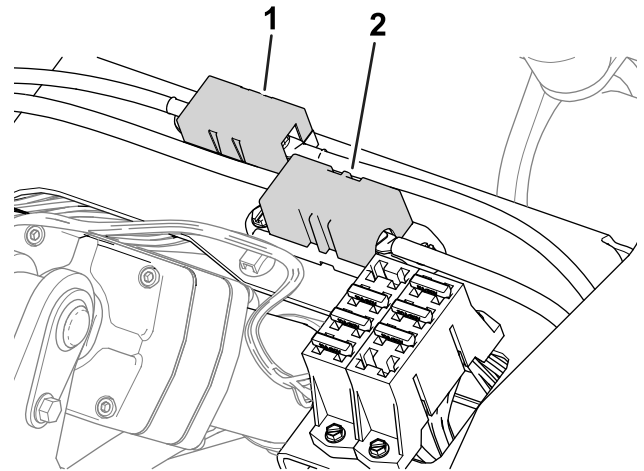

Figura 53
- Siguranele pentru motorul roii din dreapta (60 A) se află sub scaun (Figura 53).